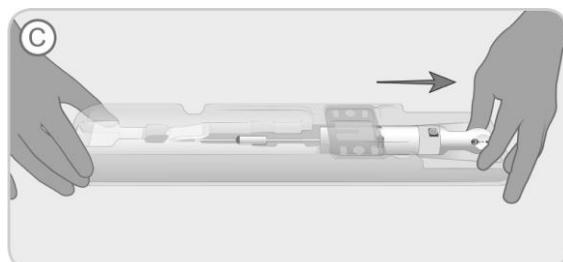

Figura 4. Puxar a pega do dispositivo para trás até ao ponto firme de paragem.
- C. Mantendo o tabuleiro estável, segure a parte de trás da pega (câme de libertação) e puxe até atingir um ponto firme de paragem (indicado no tabuleiro com "C"), Figura 4. O implante está agora dobrado no tubo da cânula de carregamento.